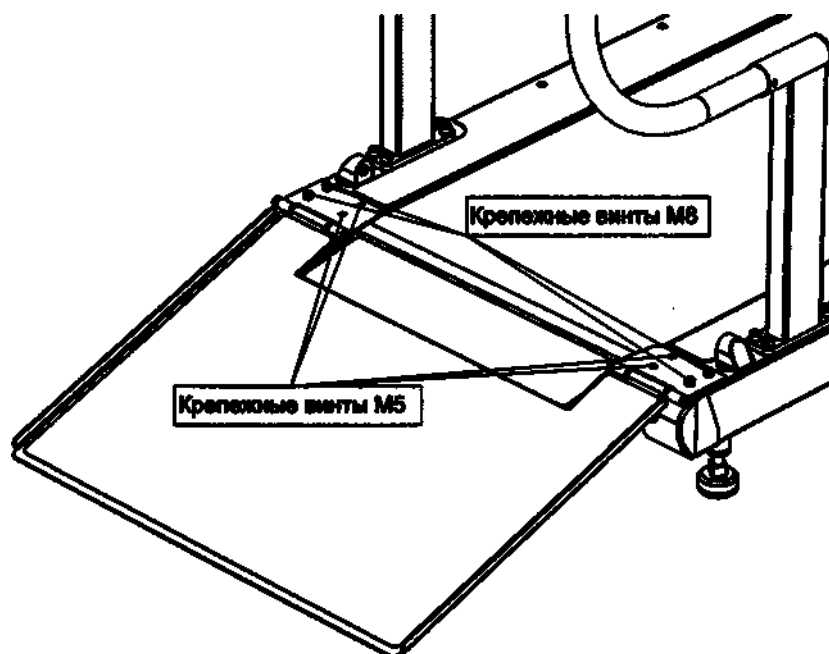

Рисунок 38 - Этап 2 установки рамп на беговую дорожку
- закрепите ramпу с помощью 4х винтов поз. [3.12] шестигранным ключом 6 мм и с помощью 4х винтов поз. [3.13] отверткой для винтов с крестообразным шлицем (Рисунок 38).